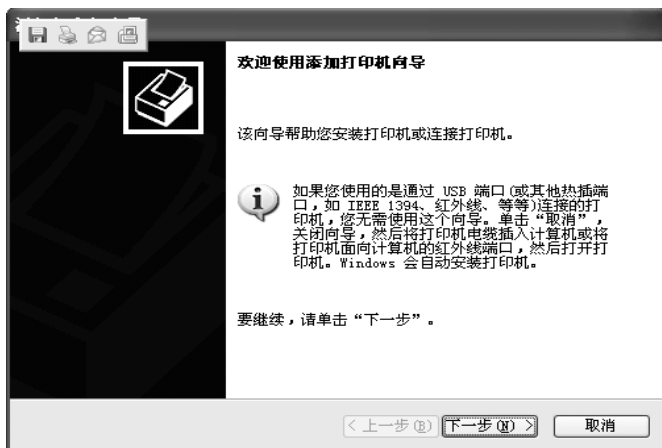

图 7-46 “添加打印机向导”对话框（一）
- 在“添加打印机向导”对话框中单击“下一步”按钮，如图 7-46 所示。